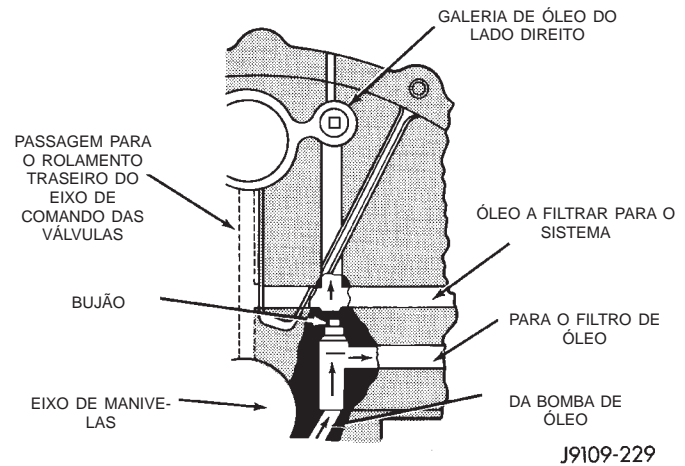

Fig. 71 Bujão da Linha de Óleo
O bujão da linha de óleo está localizado na passagem vertical na traseira do bloco entre as passagens do óleo para o filtro e do óleo do filtro (Fig. 71). A instalação imprópria ou bujão faltando poderia causar pressão de óleo errática, baixa ou nenhuma.
(1) Remova a unidade de envio de pressão do óleo de trás do bloco.
(2) Insira um fio de acabamento de 3,175 mm (1/8 pol.), ou equivalente, na passagem.
(3) O bujão deve estar 190,0 a 195,2 mm (7-1/2 a 7-11/16 pol.) da superfície usinada do bloco (Fig. 71). Se o bujão for muito alto, use um mandril de pino de